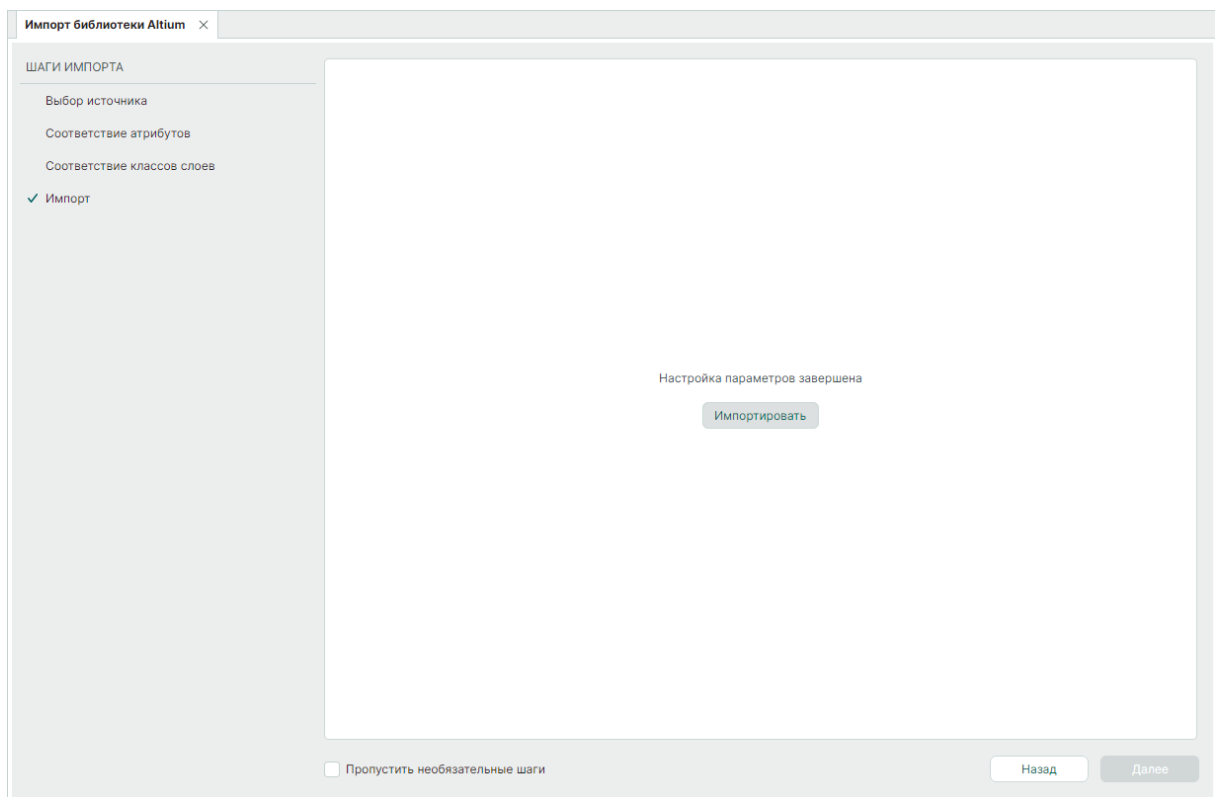

Рис. 12 Запуск импорта
6. Для запуска процесса импорта нажмите «Импортировать», см. Рис. 12.